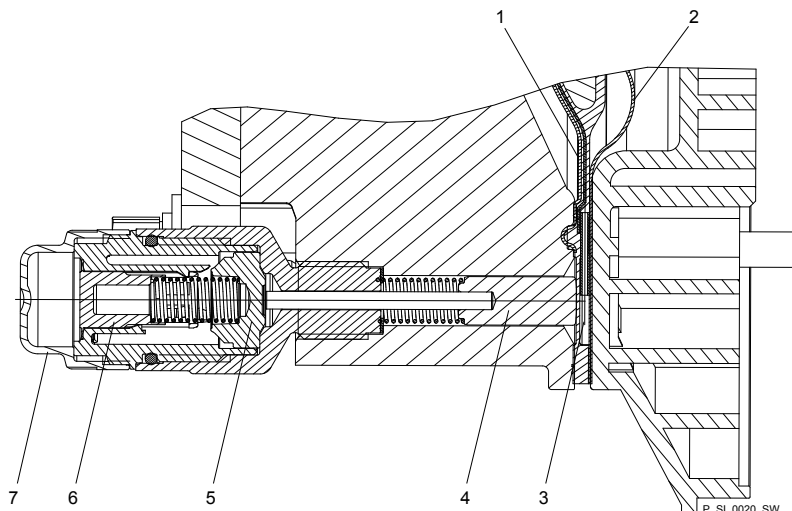

Fig. 35: Vue en coupe de la signalisation de rupture de membrane Sigma (version « capteur visuel de rupture »)
2. Si le piston du capteur de rupture de la membrane – voir Fig. 35, pos. 4 – devient humide ou encrassé, nettoyer le piston ainsi que l'orifice dans lequel il se déplace.